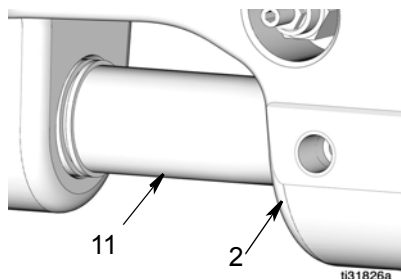

Рис. 17
3. Открутите натяжную гайку (14) с основания насоса (2).
4. При помощи рычага извлеките цилиндр насоса (11) из основания насоса (2) (Рис. 17).